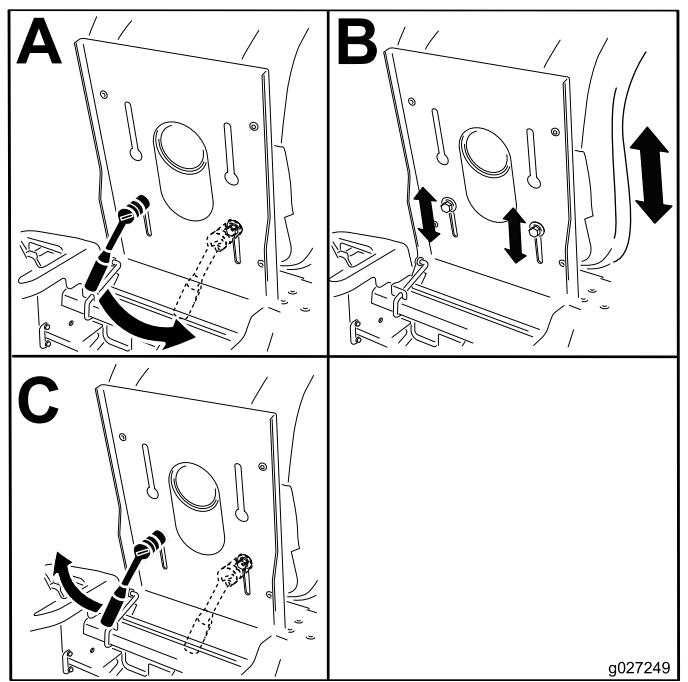

**Figura 19**
3. Ajuste los rodillos protectores del césped (Figura 19) a la posición de altura de corte más próxima.